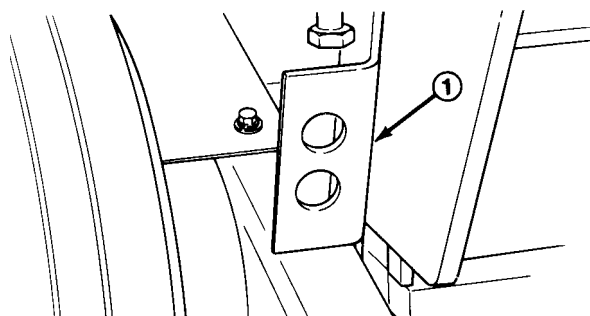

Fig. 8
3. Spegner il motore ed alzare le staffe di bloccaggio da entrambi i lati del telaio (Fig. 8). Abbassare la testa di carotaggio finché non poggia sulle staffe.